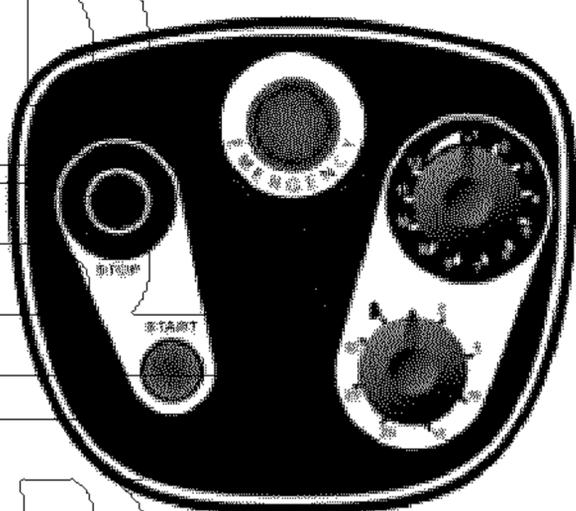

Рис. 6
Кнопка аварийного останова красного цвета с желтой окантовкой легкодоступна с рабочего места (Рис. 6).
Рис. 6а
Рис. 6б
Рис. 6в
Поднять ковш с помощью рычага (Рис. 6а). Закрыть защитное ограждение ковша. Заблокировать боковые хвостовики ковша с помощью ручек (рис. 6в).
Нажать кнопку START (Пуск) и изменить скорость с помощью регулятора , расположенного на панели управления (Рис. 6).
Проверить работу кнопки аварийного останова красного цвета (с желтой окантовкой) и кнопку останова красного цвета (STOP) (Рис. 6).
- 4. ПРОВЕРИТЬ КНОПКУ АВАРИЙНОГО ОСТАНОВА (РИС. 6). КНОПКА НЕ ДОЛЖНА НАХОДИТЬСЯ В НАЖАТОМ СОСТОЯНИИ.**